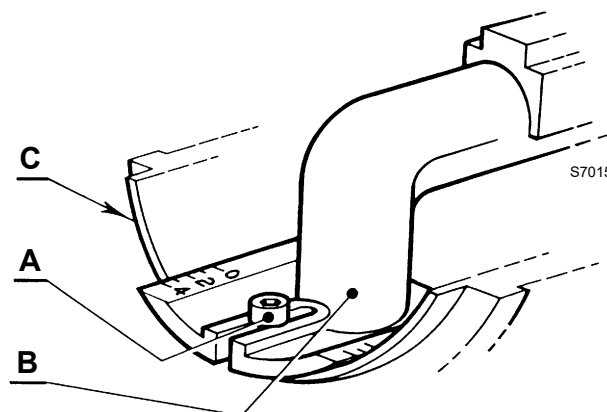

Abb. 11
- Die Schraube A) (Abb. 11) lockern, den Krümmer B) verschieben bis das Ende der Muffe C) mit der gewünschten Einstellzahl übereinstimmt;